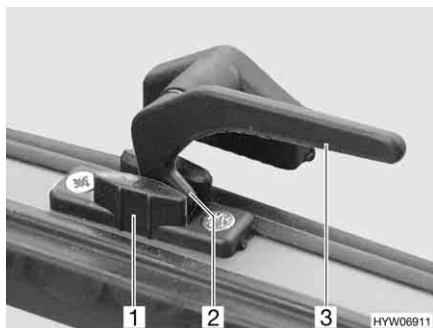

Fig. 69 Levier de verrouillage en position "Aération permanente"
- En position "Aération permanente" (Fig. 69)
- Tourner le levier de verrouillage (Fig. 69,3) d'un quart de tour vers le centre de la fenêtre.
- Tourner le levier de verrouillage d'un quart de tour vers le cadre de la fenêtre. Le tenon de verrouillage (Fig. 69,2) doit pénétrer alors dans le logement prévu à cet effet dans le verrouillage de fenêtre (Fig. 69,1).